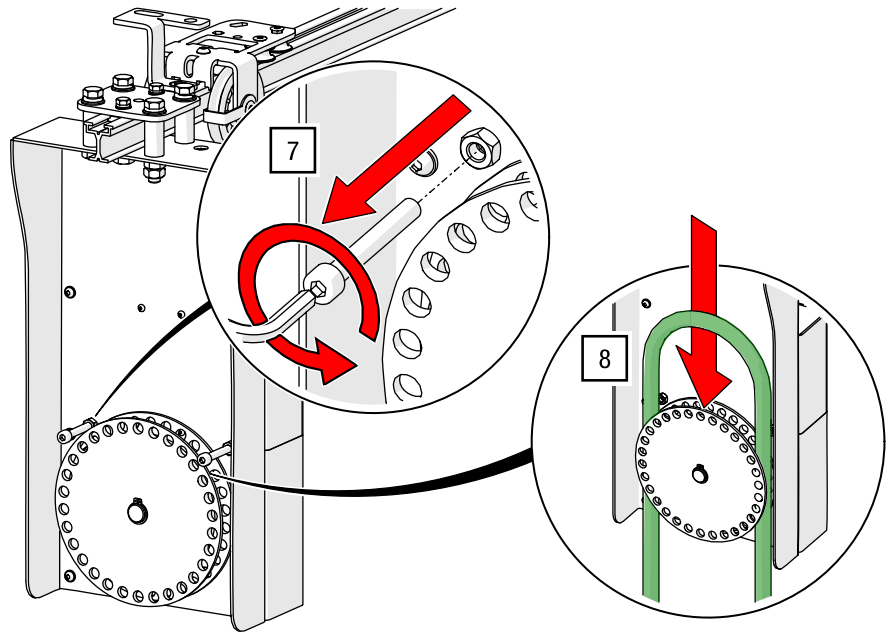

Abb. 120: Manueller Antrieb ROPE-DRIVE – Seilsicherung entfernen und Hanfseil einlegen
7. Lösen Sie am ROPE-DRIVE die zwei am Hanfseil-Treibrad angrenzenden Zylinderkopfschrauben mit einem ISK SW 6 (siehe Abb. 120).
8. Legen Sie das Hanfseil um die im höheren Gehäuseteil des ROPE-DRIVE untergebrachte Seilrolle (siehe Abb. 120).